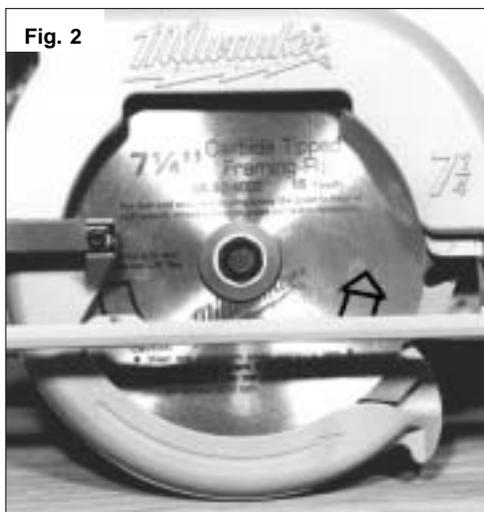

Fig. 2
4. Para instalar una cuchilla, coloque la cuchilla en el vástago con los dientes apuntando en la misma dirección indicada por la flecha de la guarda inferior (Fig. 2). Suelte la guarda inferior.